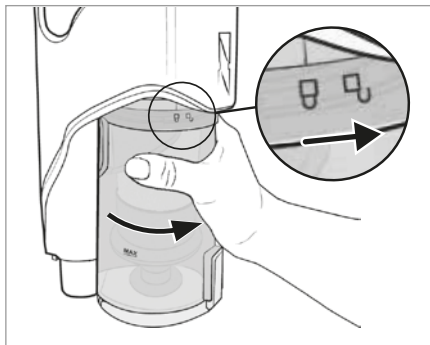

Fig. 25
- 8) Volte a colocar o reservatório de pó 7 no aparelho e rode-o no sentido do símbolo  (fechar), até ficar bem fixo no aparelho (ver fig. 25).